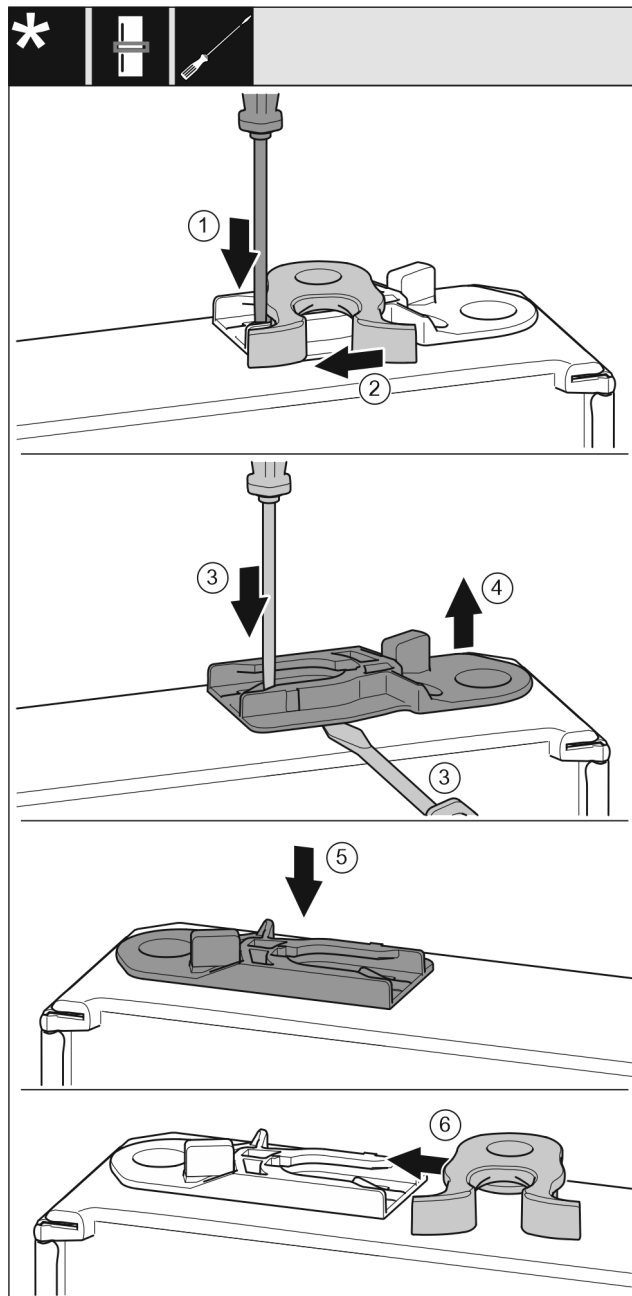

Fig. 19
- ▶ Прижмите накладку Fig. 19 (1) шлицевой отверткой вниз.
- ▶ Выведите запорный крючок Fig. 19 (2) из направляющей.
- ▶ Извлеките направляющее гнездо Fig. 19 (3, 4): прижмите накладку шлицевой отверткой и одновременно переместите ее шлицевой отверткой под направляющее гнездо.
- ▶ Вставьте входящее в комплект поставки направляющее гнездо Fig. 19 (5) на другой стороне корпуса.
- ▶ Вставьте запорный крючок Fig. 19 (6) в направляющую.